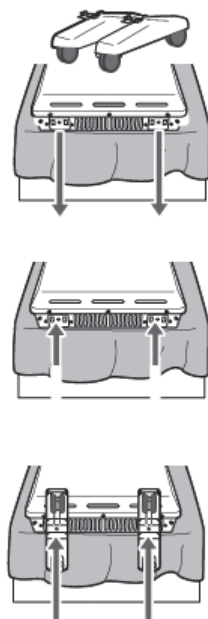

Рис. 6
4. Переверните конвектор, чтобы его нижняя часть оказалась сверху (рис.6).